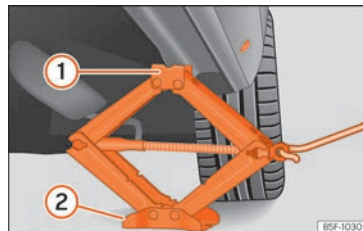

Fig. 77 Bas de caisse : placement du cric du véhicule.
- Tournez la manivelle du cric*, placé sous le point d'appui du bas de caisse, pour le lever jusqu'à ce que l'ergot **①** » » **fig. 77** se trouve sous le logement en plastique prévu à cet effet.
- Alignez le cric* de sorte que l'ergot **①** « s'encastre » dans le logement en plastique prévu à cet effet sur le bas de caisse et que la plaque de base mobile **②** repose sur le sol. La plaque de base **②** doit tomber à la verticale par rapport au point d'appui **①**.